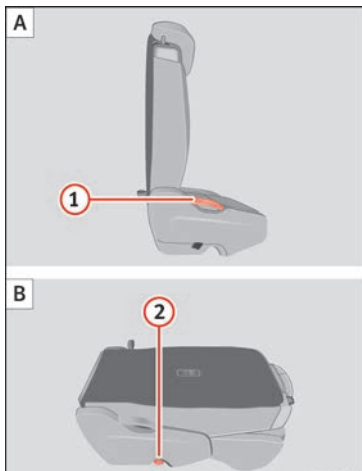

Fig. 162 Seconde rangée de sièges : rabattre le siège arrière A, siège arrière comme plancher de chargement B.
- Tirez le levier » fig. 162 1 vers le haut et rabattez le dossier entièrement vers l'avant. La banquette complète se rabat vers l'avant » Δ.
- Baissez le dossier rabattu vers l'avant jusqu'à ce qu'il soit encastré en position de plancher de chargement » fig. 162 B.
- Tirez le levier » fig. 162 ① vers le haut et redressez entièrement le dossier. L'ensemble du siège se déplie vers l'arrière.